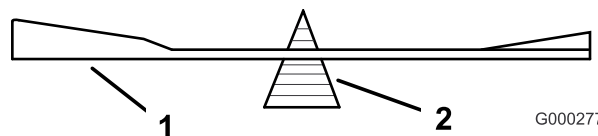
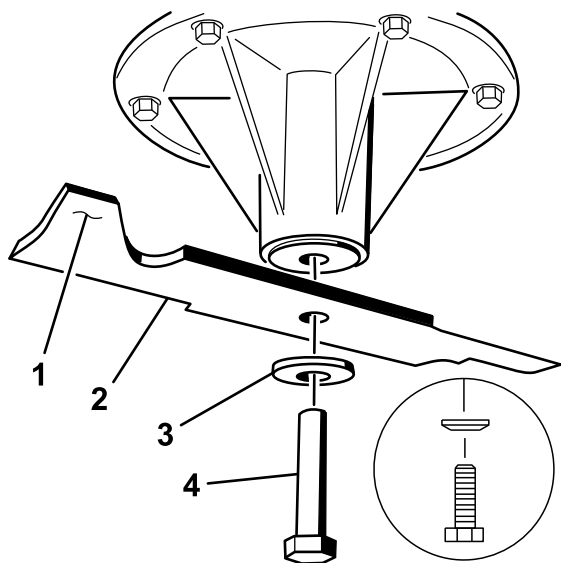

Figura 92
Figura 93
2. Verifique el equilibrio de la cuchilla colocándola sobre un equilibrador de cuchillas (Figura 92). Si la cuchilla se mantiene horizontal, está equilibrada y puede utilizarse. Si la cuchilla no está equilibrada, rebaje algo el metal en la parte de la vela solamente (Figura 93). Repita este procedimiento hasta que la cuchilla esté equilibrada.
1. Instale la cuchilla en el eje (Figura 93).
2. Instale la arandela de muelle y el perno de la cuchilla. El cono de la arandela de muelle debe estar orientado hacia la cabeza del perno (Figura 93). Apriete el perno de la cuchilla a 115–149 Nm.